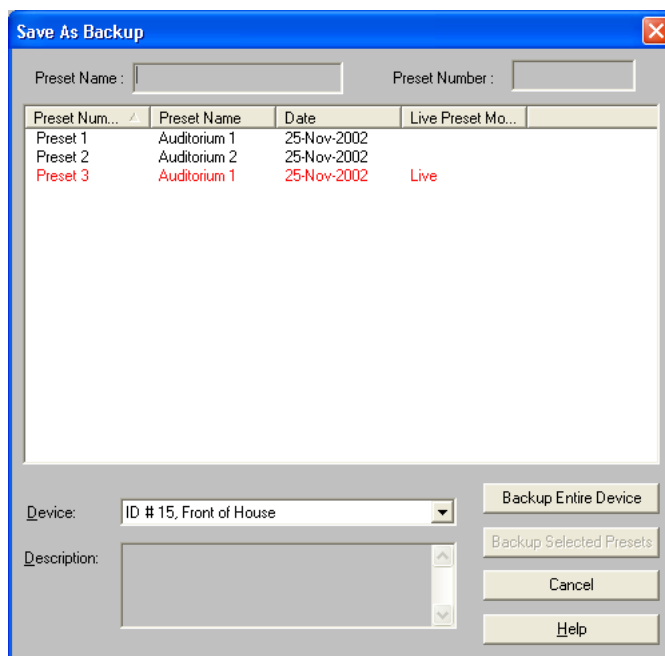

FIGURE 4-5 : Boîte de dialogue « Save As Backup »
3. La boîte de dialogue « Save As Backup » (Enregistrer comme sauvegarde) apparaît, comme illustré sur la droite à la figure 4-5.